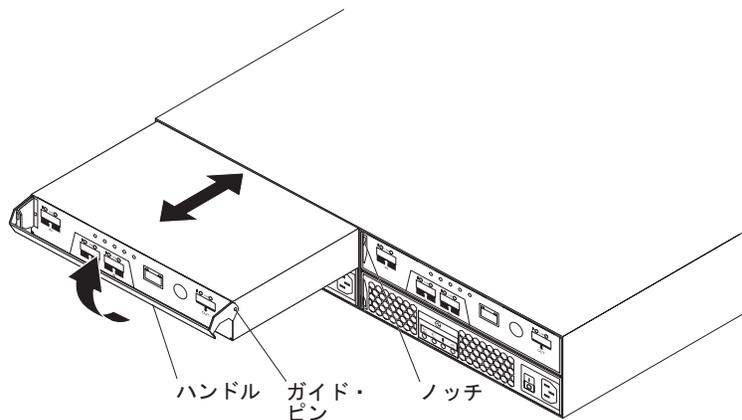

図 39. コントローラーの取り付け
- b. 74 ページの図 39 のように、ゆっくりハンドルをシャーシから引き離して、フィルター・パネルをベイから取り外します。
- b. コントローラーの側面にあるガイド・ピンが、DS3200 シャーシのノッチに収まることを確認します。図 39を参照してください。